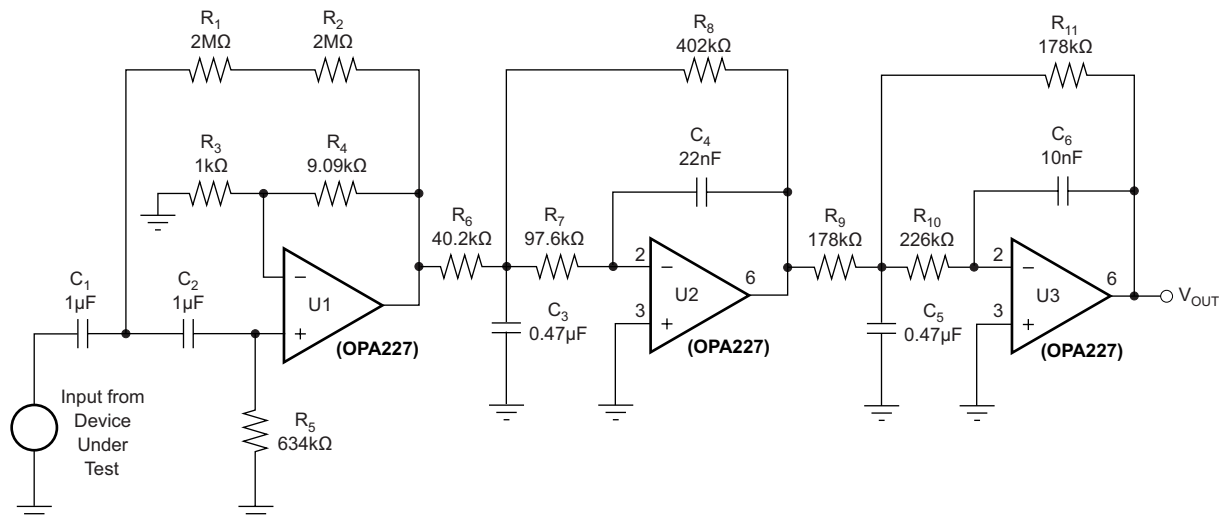
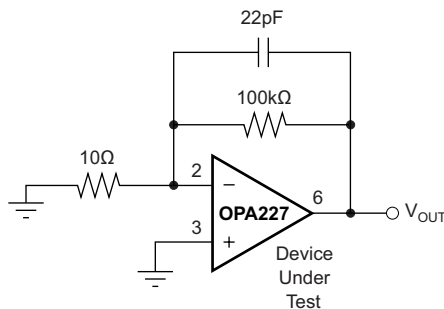

图 41. 使用 0.1Hz 至 10Hz 带通滤波器来测试 OPAx22x 系列的宽带噪声
图 42. 噪声测试电路
图 41 显示了用于测试 OPA227 和 OPA228 噪声的 0.1Hz 至 10Hz 带通滤波器。滤波器电路是使用德州仪器 (TI) FilterPro 软件 (可通过 [www.ti.com](http://www.ti.com) 获取) 设计的。图 42 显示了噪声测试所需的 OPA227 和 OPA228 配置。